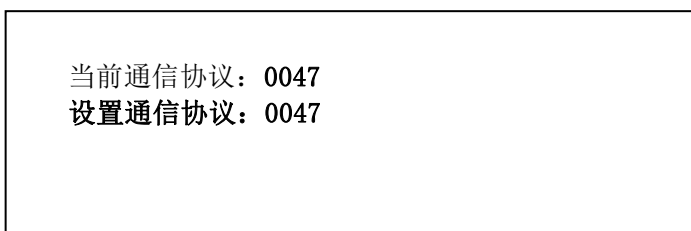

图5-4
- ④ 输入二级密码后，按“确认”键进入设置当前协议设置界面（图5-4）。